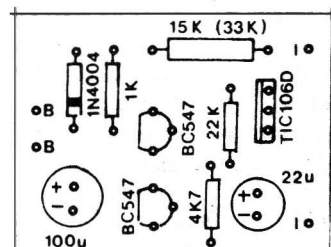

Fig.4
- FIG. 4 - O "CHAPEADO" DA MONTAGEM - É aqui (para usar